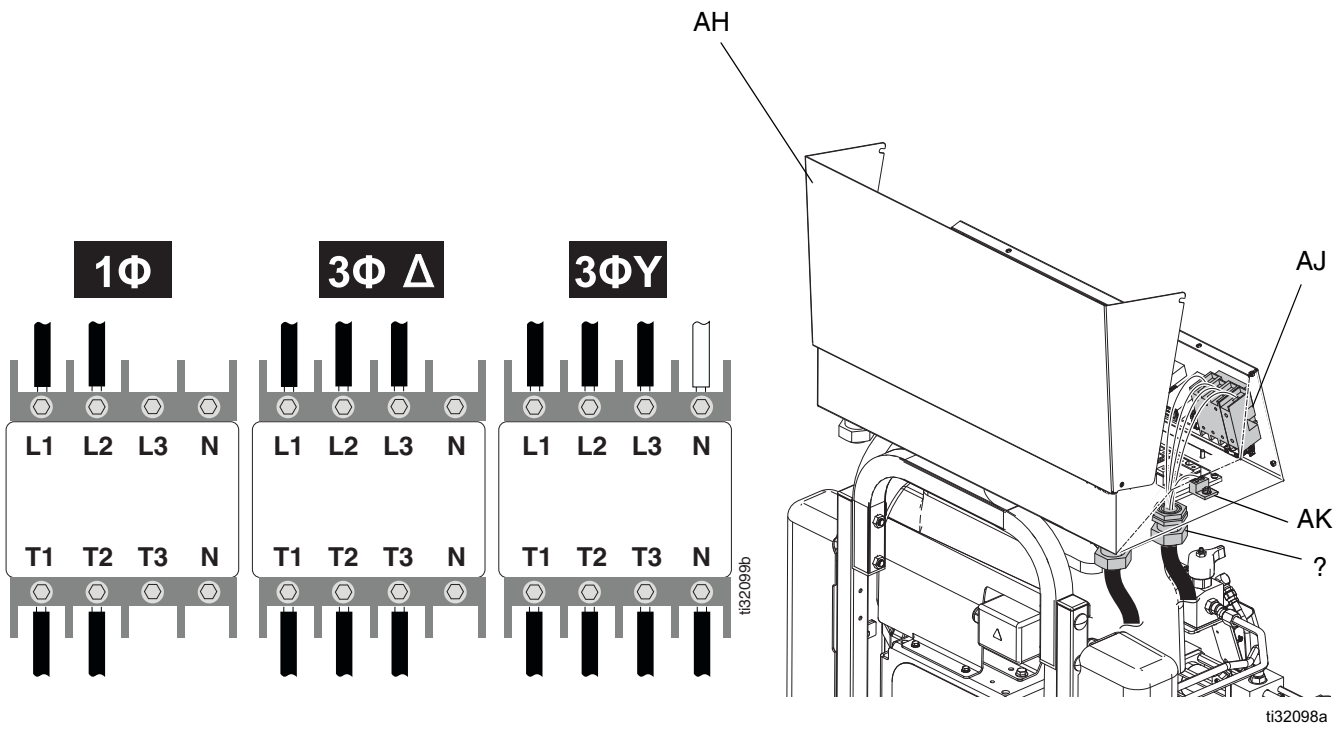

图 8: 连接输入电源线
2. 将主电源断开设备 (GE) 关闭。
3. 松开螺栓 (BH) 并向上提起门，打开电气外壳门 (AH)。请参见图 8。
4. 将电源线穿过电气外壳 (C) 中的电源入口线夹 (AL)。拧紧电线夹 (AL)。请参见图 8。
5. 将输入电源线连接到主断路器端子 (AJ) 和主接地片 (AK)，如图 8 所示。用 55 磅英寸 (6.2 N•m) 的扭力。轻轻拉一下所有接线，以验证是否正确固定。
- a. **230 V, 1 相:** 使用 5/32 或 4 毫米内六角扳手，将两根电源线连接到 L1 和 L2。将绿色线连接到接地片 (AK)。
- b. **230 伏, 3 相:** 使用 5/32 或 4 毫米内六角扳手，将三根电源线连接到 L1、L2 和 L3。将绿色线连接到接地片 (AK)。
- c. **400 伏, 3 相:** 使用 5/32 或 4 毫米内六角扳手，将三根电源线连接到 L1、L2 和 L3。将中线连接到 N。将绿色线连接到接地片 (AK)。
7. 验证所有项目均已按图 8 所示正确连接。关闭电气外壳门 (AH) 并拧紧螺栓 (BH)。